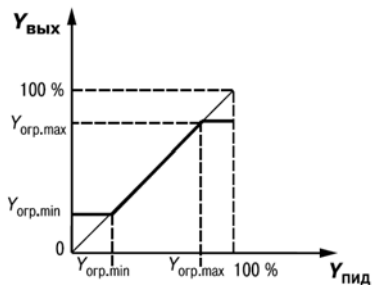

Рисунок 3.9
- максимальный $Y_{огр.маx}$ и минимальный $Y_{огр.мин}$ (рисунок 3.9).